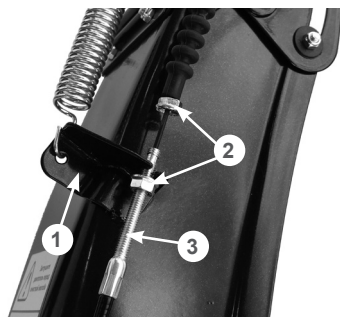

Рис. 23 Установка оболочки троса управления дефлектором жёлоба
- скрутите крайнюю гайку 2 с регулировочной муфты 3 троса и позволяйте ей свободно болтаться на тросе (Рис. 23);
- одной рукой максимально наклоните дефлектор жёлоба вперёд, а второй рукой проденьте трос через прорезь в кронштейне 1, после чего вставьте регулировочную муфту троса в отверстие в кронштейне 1 (Рис. 23). Гайки крепления оболочки троса после этого должны оказаться по разные стороны кронштейна, как показано на Рис. 23. Закрутите гайки, не затягивая их;